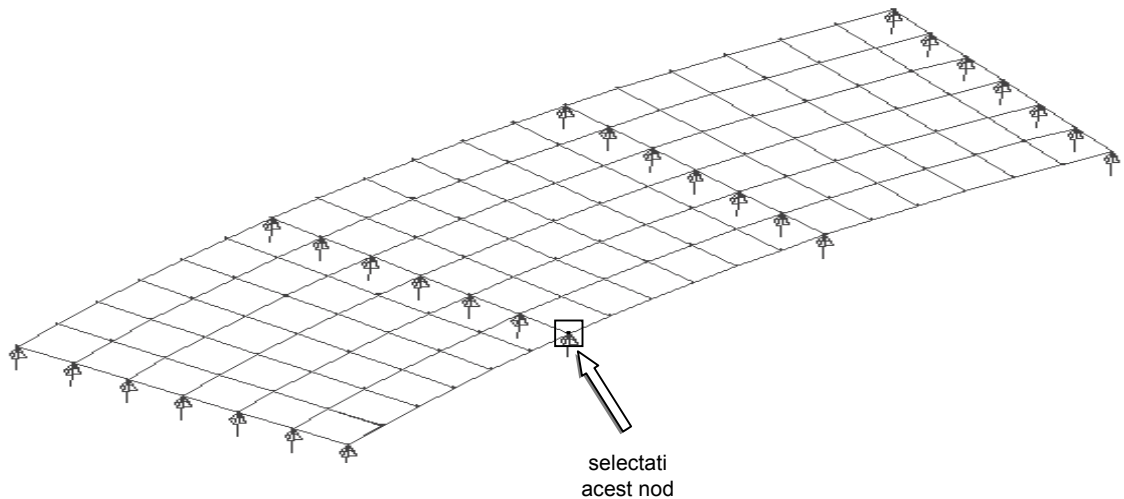

Fig. 29
- selectați nodul indicat în fig. 29